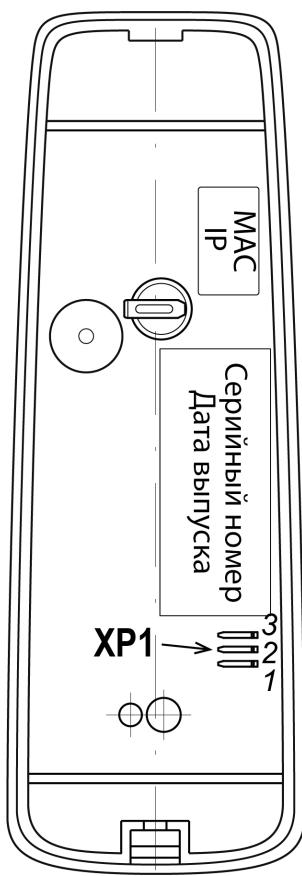

Рисунок 1. Внешний вид тыльной стороны контроллера
Выбор способа задания IP-адреса контроллера осуществляется установкой или снятием перемычки (джампера) на разъем **XP1** на тыльной стороне контроллера. Расположение разъема **XP1** указано на рис. 1. Возможны следующие способы задания IP-адреса:
6. При необходимости изменения способа задания IP-адреса контроллера (см. разд. 5.6) установите перемычку (джампер) на разъем **XP1** согласно табл. 1. Расположение перемычки указано на рис. 1.